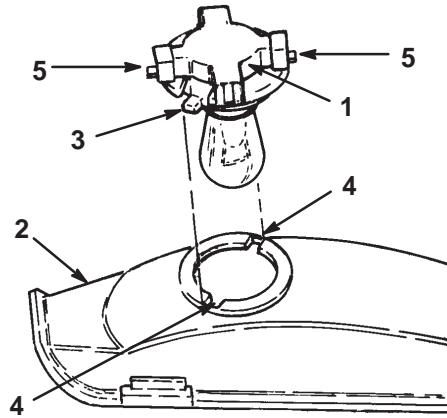

Bild 42
4. Drehen Sie die Birnenfassung um 1/4 Umdrehung entgegen dem Uhrzeigersinn und nehmen die Birne aus dem Reflektor (Bild 42).
2. Die Birnenfassung hat zwei Zungen (Bild 42). Fluchten Sie die Zungen auf die Schlitzte im Reflektor aus, setzen die Birnenfassung in den Reflektor ein und drehen die Birne im Uhrzeigersinn um 1/4 Umdrehung bis zum Anschlag.